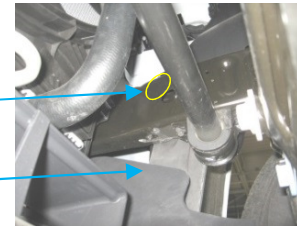

Figure 4
- Abaisser la bavette garde-boue** - Tirer avec précaution sur la bavette vers le bas pour permettre l'accès au trou existant sur l'intérieur du cadre du véhicule. Voir la figure 4.